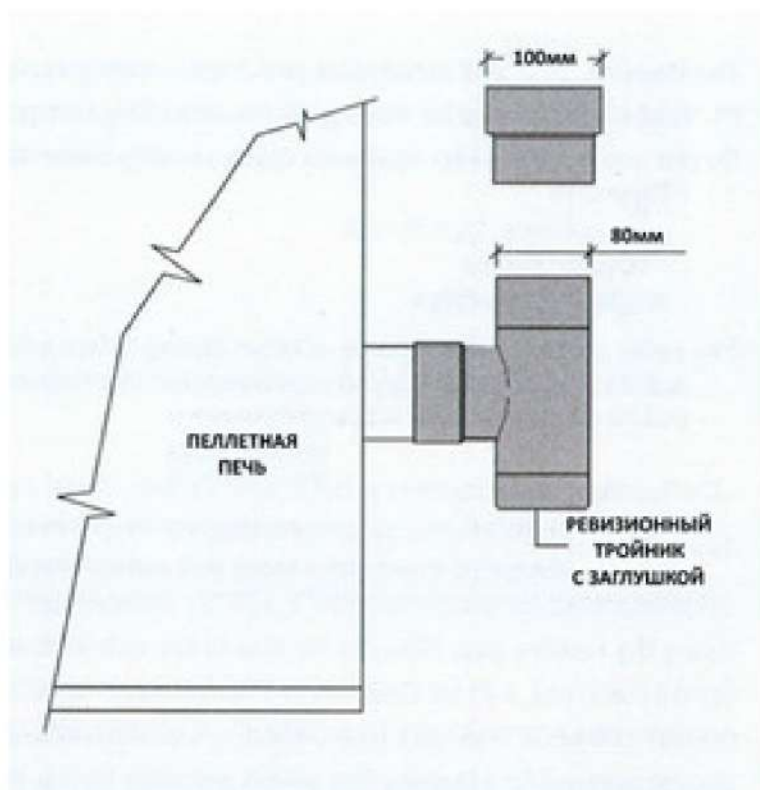

Рисунок 8
- При использовании не более одного колена 90° и с учетом того, что колено 90° может быть заменено 0,9м трубой, максимальная длина секции составит $7,5\text{м} + 0,9\text{м} + 0,9\text{м} = 9,3\text{м}$. В случае необходимости использовать дымоход диаметром 100мм или более, присоедините к печи ревизионный тройник с заглушкой диаметром 80 мм, затем переход на трубу нужного диаметра как указано на рис.8